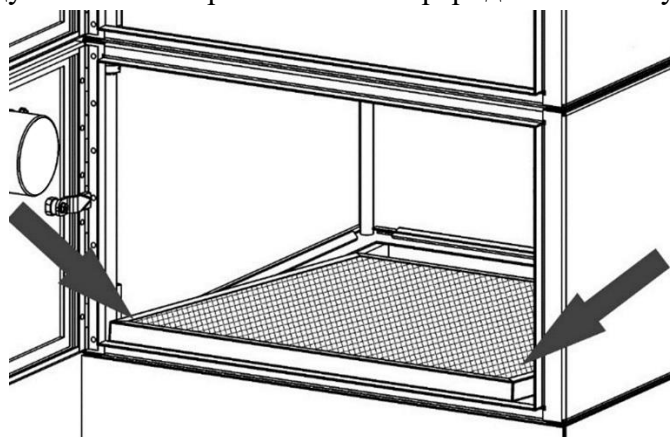

Рисунок 8
- 2) сдвинуть префильтр от себя вперёд, поднять за передний край и извлечь из камеры (рисунок 8);